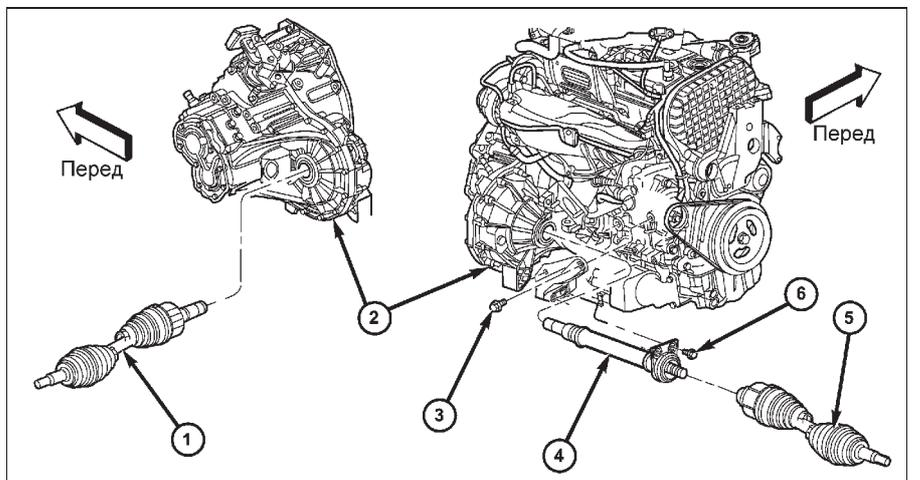

Рис. 27. Приводной и промежуточный валы. 1 - левый приводной вал, 2 - КПП, 3 - болт, 4 - промежуточный вал, 5 - правый приводной вал, 6 - болт (2 шт.).
(12) Снимите приводные валы (рис. 27).
(13) Отверните три болта крепления подшипника промежуточного вала к кронштейну поддержки. Снимите промежуточный вал и подшипник (рис. 27).